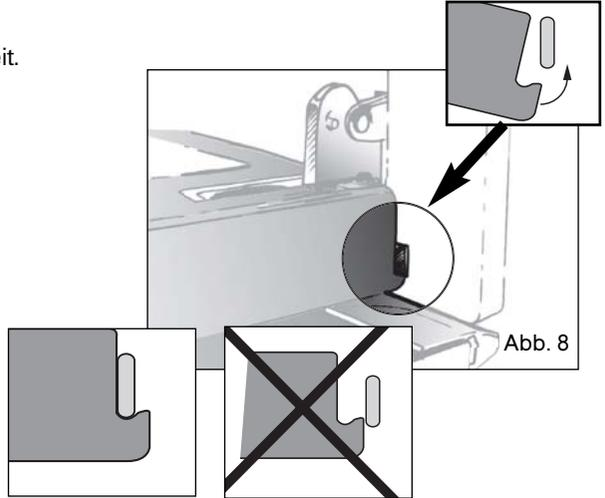

Abb. 8
- **Darauf achten, den Rahmen mit der Kralle wieder richtig in das Scharnier einzusetzen** (Abb. 8).